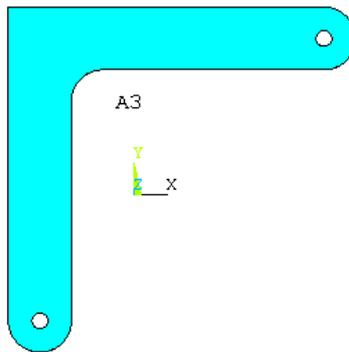

图9.16 几何模型
(16) 单击 Main Menu>Preprocessor>Modeling>Operate>Booleans>Subtract>Areas 菜单，弹出图形拾取对话框，选择 A5 单击【OK】按钮，接着选择 A1 和 A2，然后单击【OK】按钮，将得到图 9.16 所示的最终几何模型。